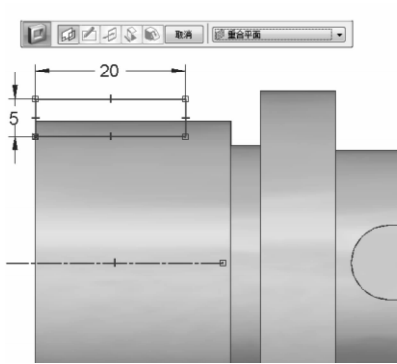

图 7-82 除料草图
(3) 继续【除料】特征，在自动弹出的功能菜单栏中选择【重合平面】选项，重合的基准面为前视图。系统自动弹出草图界面，绘制如图 7-82 所示的草图，单击 【确定】按钮。